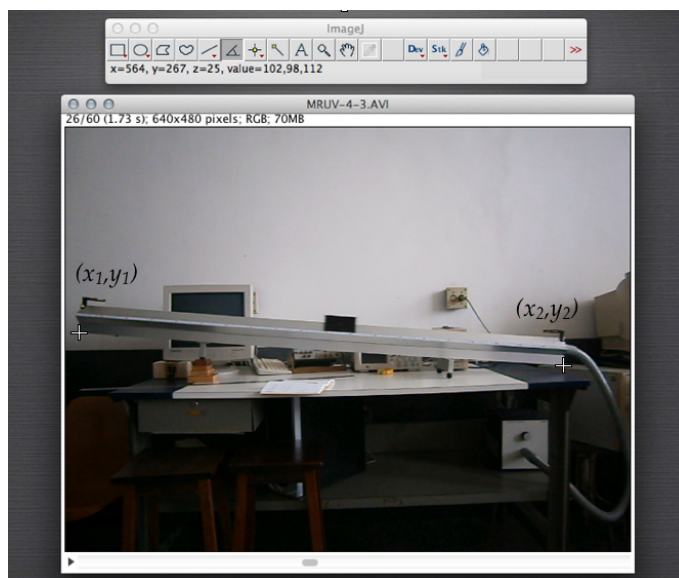

Figura E.14: ImageJ: determinação das coordenadas (x_1, y_1) e (x_2, y_2) , ver texto.
1. Determine com os cursores as coordenadas “x e y”das extremidades do trilho, tendo desta forma $(x_1, y_1)e(x_2, y_2)$ como se mostra na figura E.14.